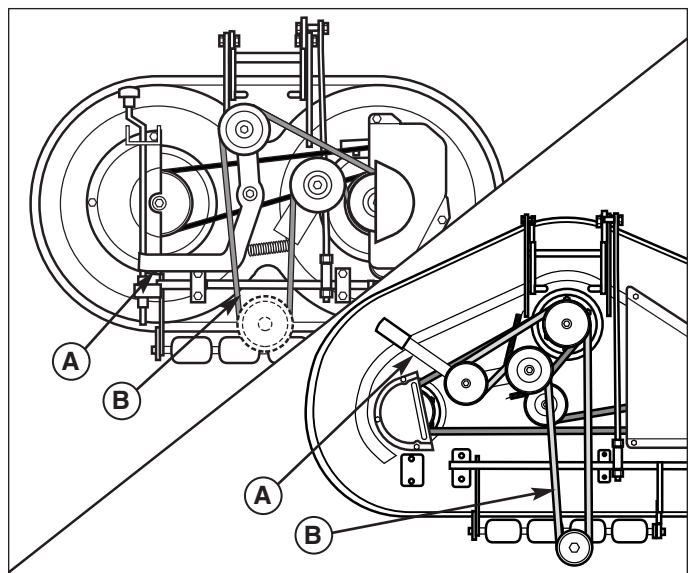

Figure 8. Acheminement de la courroie de tondeuse
5. Relâcher la tension sur la courroie de PDF (B) en utilisant le levier à ressort de poulie folle (A, Figure 8). Installer la courroie de PDF.